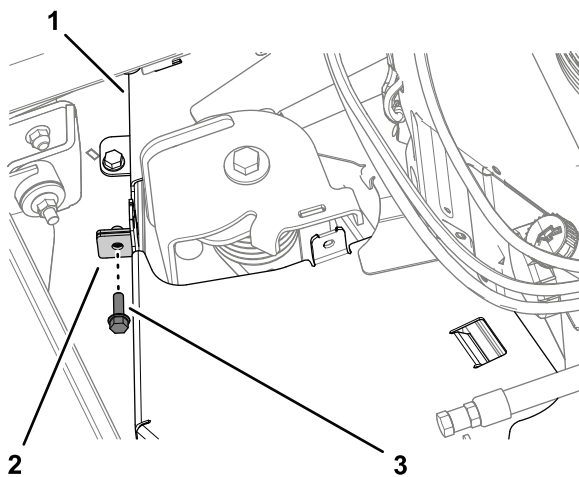

Figura 6
2. Retire el perno que fija las pestañas de la cubierta de la correa, tal y como se muestra en la Figura 6.